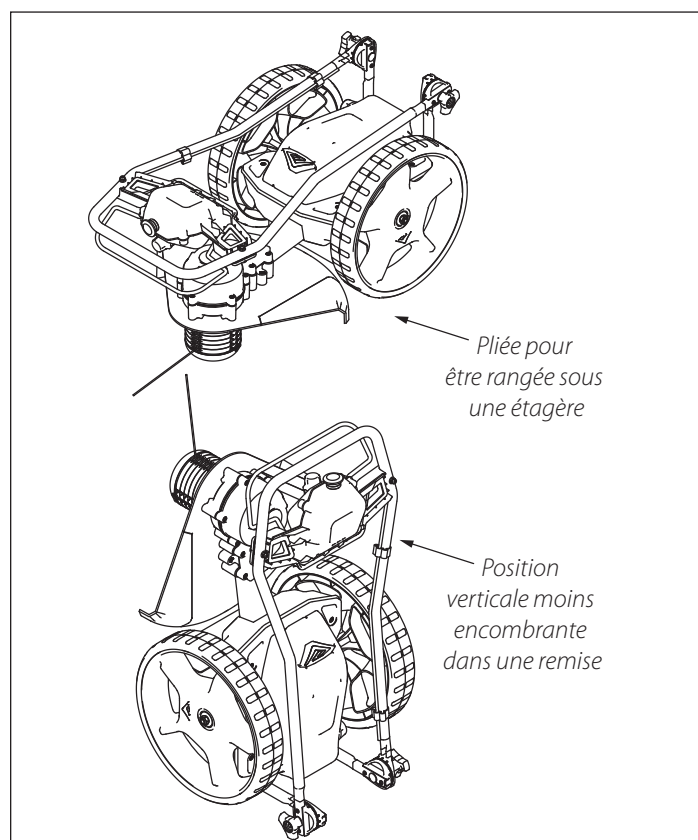

Figure 7
- Le guidon peut être replié pour minimiser l'encombrement de la machine, comme illustré à la **FIGURE 7**.
- La machine peut être rangée verticalement, comme illustré à la **FIGURE 7**.